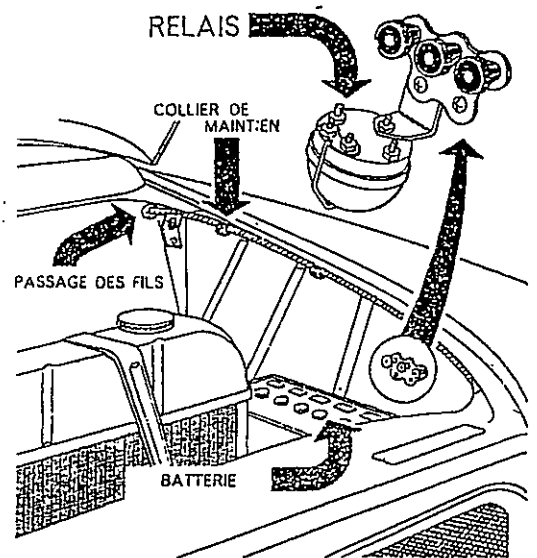

fig. 1
1. Ouvrir le capot du moteur et débrancher la borne (—) de la batterie, (borne verte), à l'aide du coupe-batterie (papillon) (fig. 1).
- Sur la paroi latérale gauche du coffre du moteur (fig. 1) est placée la plaque à bornes de l'installation des projecteurs principaux. Dévisser une des vis inférieures de fixation de cette plaque (tournevis cruciforme).
- Présenter le relais en glissant sa patte de fixation sous la plaque à bornes (fig. 1).
- Diriger l'ensemble des deux fils rouges parallèlement au faisceau principal de la voiture, en le glissant sous les pattes prévues à cet effet (fig. 1).
- Faire passer le faisceau formé par les deux fils rouges à travers le passe-fil en caoutchouc situé sur la paroi, entre le coffre du moteur et l'intérieur de la voiture (derrière la lampe prévue pour l'éclairage du moteur) (fig. 1). L'accès en étant assez difficile, passer de l'intérieur de la voiture vers le coffre, par le passe-fil, un fil de fer recourbé par exemple, auquel on accrochera les cosses des fils rouges. Tirer ensuite sur ce fil de fer pour amener les fils rouges à l'intérieur de la voiture.